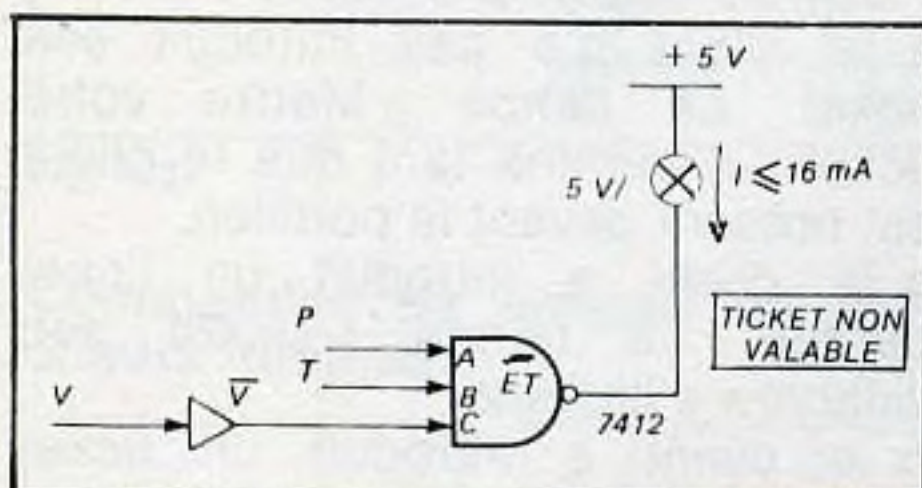

Fig. 111
3. Condition « Ticket non valable » (figure 111).